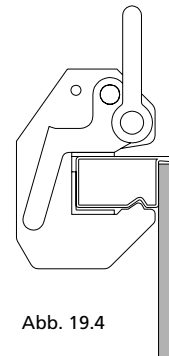

Abb. 19.4
3. Zum Verriegeln Sicherheitshebel wieder in Ausgangsstellung drücken (Abb. 19.4).